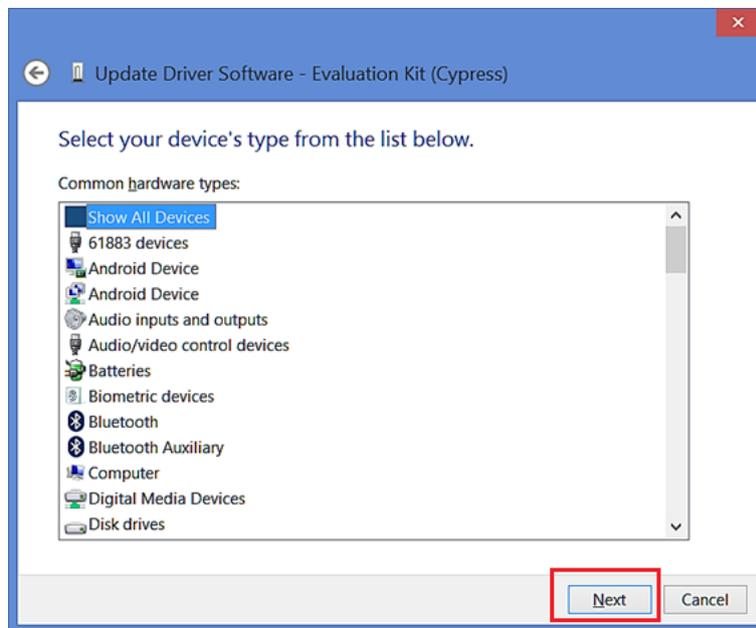

Figure 17. ドライバーの更新 - 3
6. 「次へ」を選択します。(一覧の選択は重要ではありません) (Figure 17)。